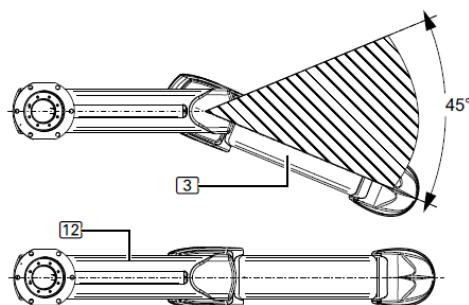

Fig.68 Système à double bras et palier de frottement entre les bras
- Pour les versions avec bras double et palier de frottement intermédiaire, il est recommandé de monter 2 butées à billes (3) (voir Fig. 68). L'illustration détaillée montre le roulement intermédiaire (11) (sans bague extérieure) et la position de la vis de butée (1) dans les butées à billes (3).
Lorsque vous réglez la butée de fin de course comme illustré à la figure 68, la zone de point mort est de 45°. Cela signifie que le bras compensé (3) a une amplitude de mouvement maximale d'environ 315°. Si le réglage minimum de la butée n'est pas défini lors du réglage des freins sur le palier intermédiaire (11) et le palier de plafond (10), il est très difficile de plier le système de suspension à partir de la position tendue (12) et de le tourner sur le palier intermédiaire (11) du bras compensé (3).